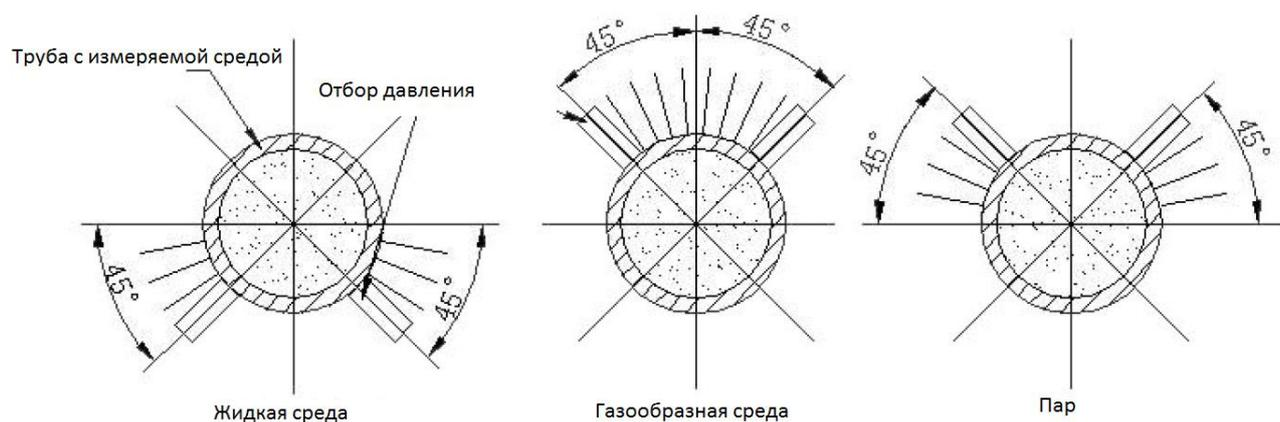

Рисунок 30 – Расположение патрубков отбора давления
- Рекомендованное расположение патрубков отбора давления (рисунок 30).